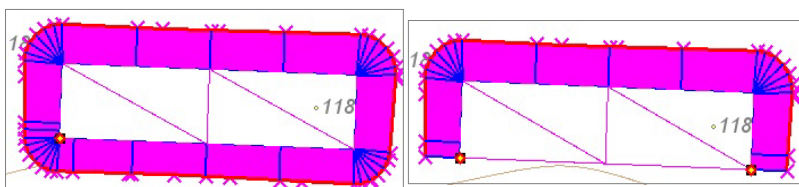

Рис. 6.29
- При этом откосы могут быть созданы по всему контуру площадки (рис. 6.29 слева) или только с указанной стороны от СЛ (рис. 6.29 справа). За это отвечает параметр **Сопрягающая поверхность с обратной стороны** – *Создавать/ Не создавать*.